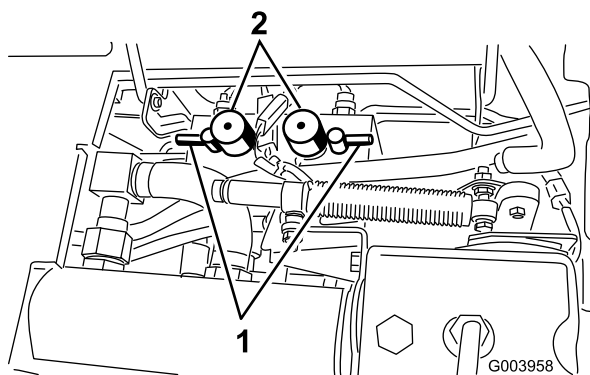

Bild 83
5. Stellen Sie beide Bedienelemente für die Spindeldrehzahl auf die Stellung 1 (Bild 83).
6. Wählen Sie entweder die vorderen, hinteren oder beide Lapphebel, um zu bestimmen, welche Spindeln geschärft werden (Bild 83).